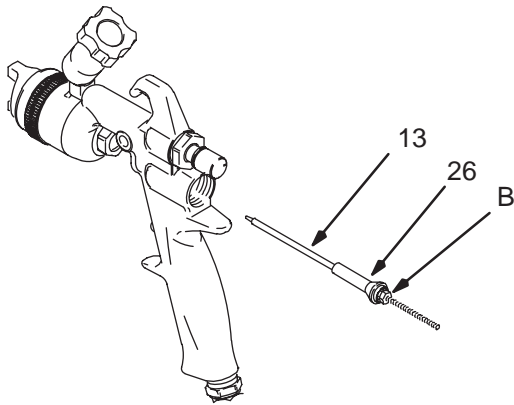

Fig. 29
2. Ziehen Sie die Sicherungsmutter (9) mit der Hand fest auf dem PPS-Anschluß (4), dann lösen Sie dies um eine halbe Drehung, so dass der PPS-Anschluß (4) und das Gehäuse locker im Pistolenkörper sitzen.
3. Überprüfen Sie, dass die Farbnadel (13) nicht beschädigt oder abgenutzt ist. Ersetzen Sie die Spitze oder sogar die ganze Farbnadel falls nötig. Wenn Sie die Spitze ersetzen, überbeanspruchen Sie nicht das Gewinde.
4. Schmieren Sie die Aussenseite des neuen Luftventils (26) ab und setzen Sie es auf die Farbnadel (13) gegen die Aufnahme (B) – siehe Abb. 29. Dieses unterstützt die Ausrichtung des Luftventilansatzes in der Stopfbuchse ohne diese zu beschädigen.
5. Setzen Sie die Farbnadel (13) und das Luftventil (26) in das hintere Ende des Pistolenkörpers ein.